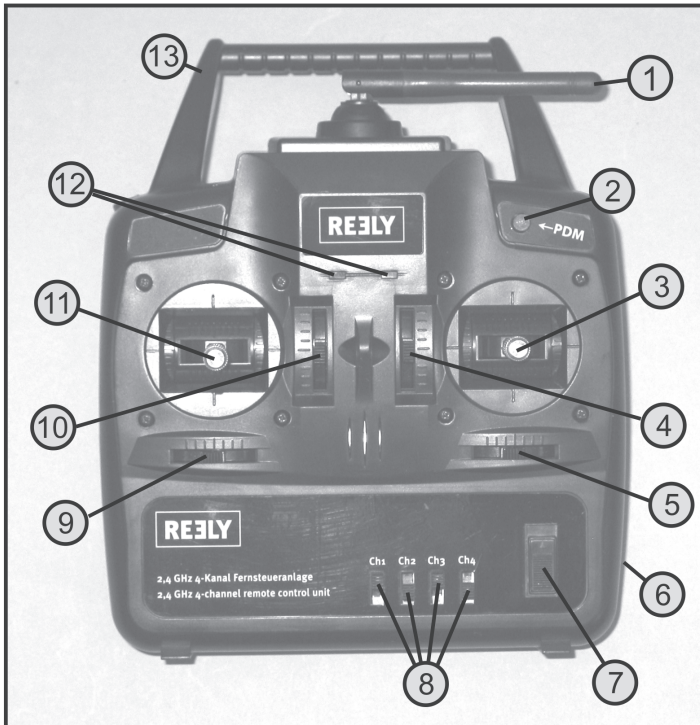

Bild 3
Winkeln Sie die Senderantenne (siehe Bild 3, Pos. 1) seitlich ab, sodass die Antenne im 90°-Winkel zur Verbindungslinie Fernsteuerung/Modell steht. So erreichen Sie die beste Signalübertragung. Vermeiden Sie es, mit der Spitze der Senderantenne auf das Modell zu „zielen“.
Wenn die Akkus geladen sind bzw. neue Batterien eingelegt sind schalten Sie zu Testzwecken den Sender mit Hilfe des Funktionsschalters (siehe Bild 3, Pos. 7) ein. Zunächst leuchtet die rote LED (siehe Bild 3, Pos. 12) für die Spannungsversorgungsanzeige auf und kurz darauf geht bei korrekter Binding-Funktion zwischen Sender und Empfänger auch die grüne Leuchtdiode an. Beide LEDs signalisieren Ihnen somit die ordnungsgemäße Funktion des Senders.
Nehmen Sie den Sender in Betrieb und schließen Sie den Flugakku (4) am verpolungssicheren Stecker (5) des Flugreglers an. Der Steuerknüppel für die Motorfunktion (siehe Bild 3, Pos. 11) muss sich dabei in der untersten Stellung befinden.
Wenn Sie am Sender den Steuerknüppel für das Höhen- und Querruder (siehe Bild 3, Pos. 3) nach oben und unten bewegen, muss das Höhenruder (6) nach unten und oben ausschlagen.